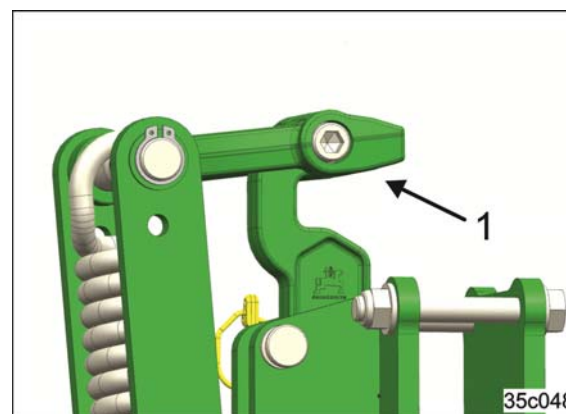

Fig. 121
Det indstøbte håndtag (Fig. 121/1) er beregnet til sikker indstilling af arbejdsdybden.
2. Hold traktor-sporløsneren i det indstøbte håndtag (Fig. 121/1).